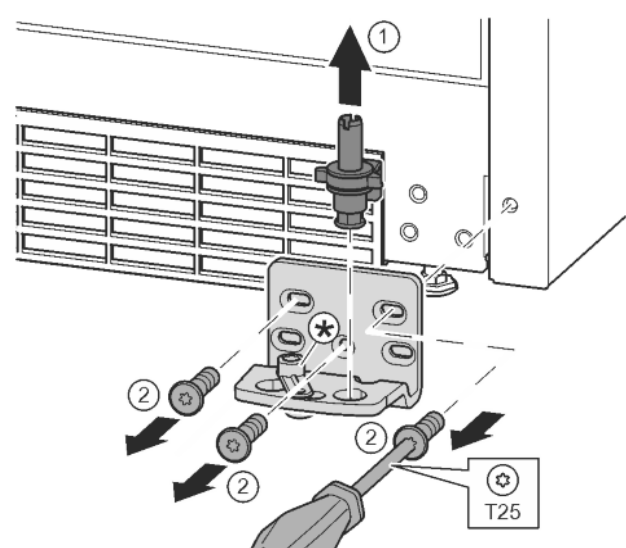

Fig. 13
- ▶ Lagerbouten compleet vanaf de bovenkant eruit trekken. Fig. 13 (1)
- ▶ Schroeven met schroevendraaier T25 eruit draaien en lagerbus eraf halen. Fig. 13 (2)